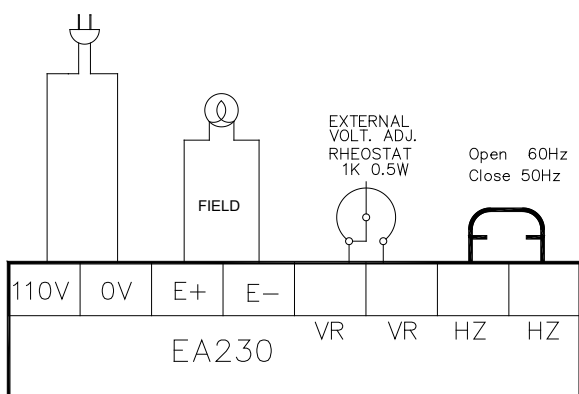

図 4 AVR テスト回路
3.3.1 図 4 のように配線し、電球の電圧は 120V で、100 watt を超えないこと。